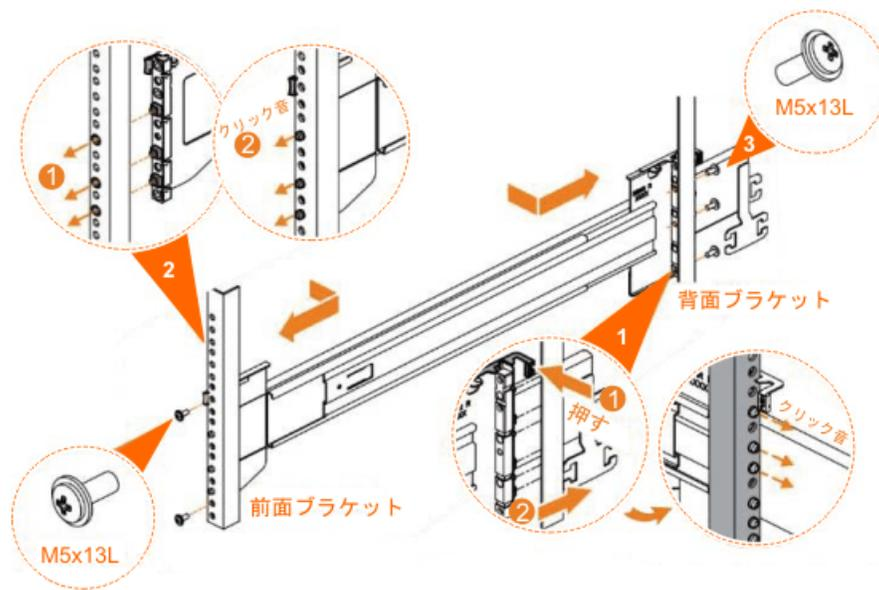

図 26. ラック・フレームへのレール・アセンブリーの取り付け
6. M5 ねじを使用して、外部レール・メンバーとブラケット・アセンブリーをラックに取り付けます (49 ページの図 26 を参照)。